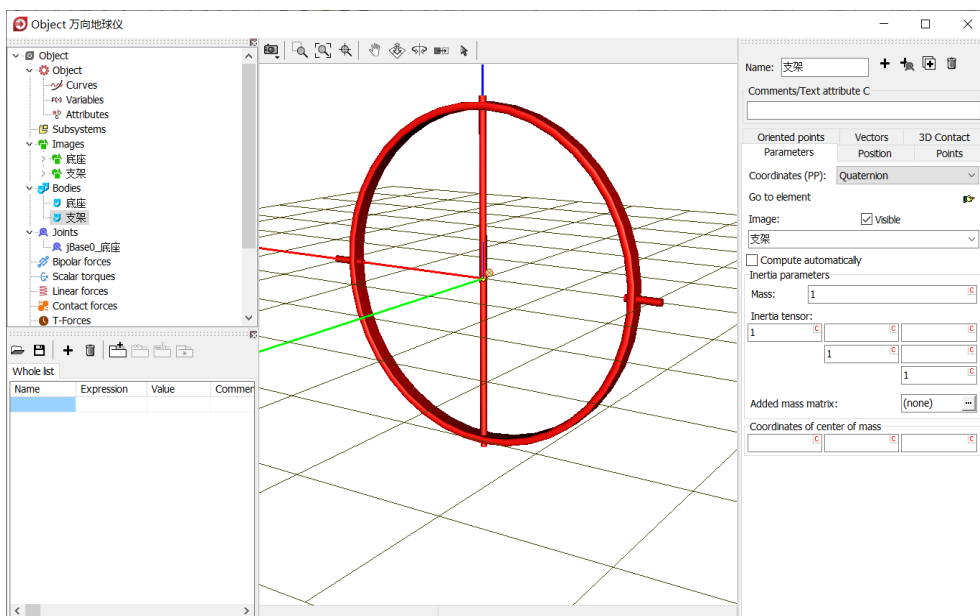

图 2-20
- 5) 在交互界面顶部 **Name** 处将该刚体重名为**支架**，在 **Parameters** 页面下部 **Mass** 处定义质量（国际单位：kg）为 **1**，在 **Inertia tensor** 处定义刚体相对其惯性主轴的转动惯量（国际单位： $\text{kg} \cdot \text{m}^2$ ）分别为 **1**，**1**，**1**，如图 2-20。